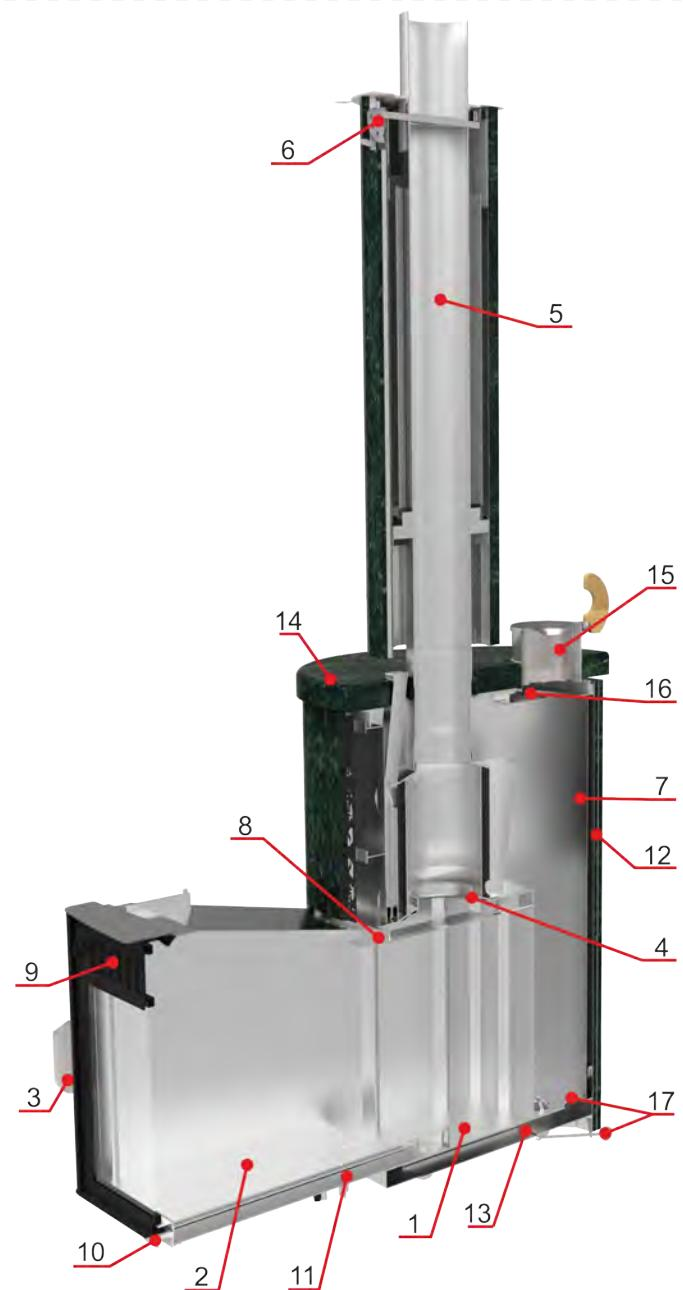

Рисунок 5.1. Принципиальная схемы.
**5.1.** Печь для русской бани (рис. 5.1) включает следующие основные элементы: топка (1), тоннель (2), дверца (3), выходной патрубок (4), дымоотводящий канал (5) с шибером (6) и закрытая емкость (7) для камней. В топке (1) смонтирован дымовой зуб-авиатор (8). Основной воздухозаборник (9) с регулируемой заслонкой расположен в верхней части дверцы (3), над экраном, выполненном из прозрачной керамики (стеклокерамика). Нижний воздухозаборник (10) с регулируемой заслонкой установлен внизу тоннеля (2). Там же смонтирован воздушный канал (11). Топка (1) и каменка (7) имеют общий защитный декоративный кожух (12), состоящую из ламелей и каменной столешницы. Подача воздуха в зону горения и регулирование интенсивности горения осуществляются через основной (9) и дополнительный (10) воздухозаборники. Шибер (6) предназначен для перекрытия дымового канала в неработающей печи. Во время монтажа печи подвижную часть тоннеля фиксируют в стене и герметизируют. Емкость (7) для камней выполнена в виде цилиндра, установленного на нижнее основание (14) топки (1). Крышка (14) – каменная столешница, состоит из двух симметричных частей для установки дымоотвода (5) и воронки (15). Опорная пластина с встроенным устройством распределения (16) служит для подачи и равномерного распределения воды на камни. С внешней стороны цилиндр (7) имеет две консольных обечайки (вверху и внизу) для монтажа облицовки (12) (ламелей). Ламели – это каменные полосы сечением 20x40 мм в металлическом бандаже имеют специальные кронштейны для монтажа на емкость (7) предназначенную под закладку камней. В нижней части емкости для камней выполнено вентиляционное отверстие (17) с регулируемой заслонкой. Воронку (15) устанавливают в посадочное место на крышке (14).